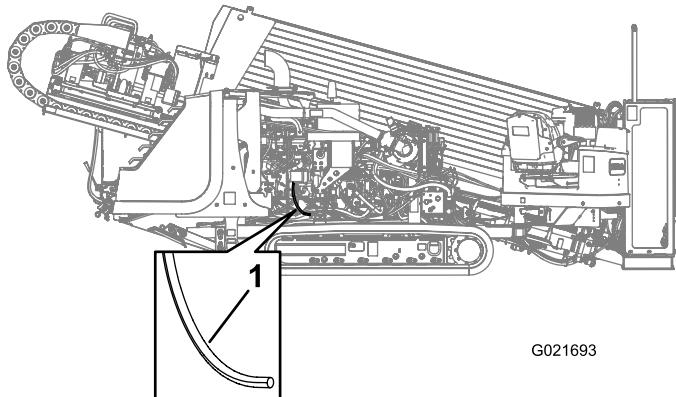

Figura 114
3. Cuidadosamente, retire o tubo do respiro do cárter (Figura 114).
4. Limpe a extremidade do tubo (Figura 114).